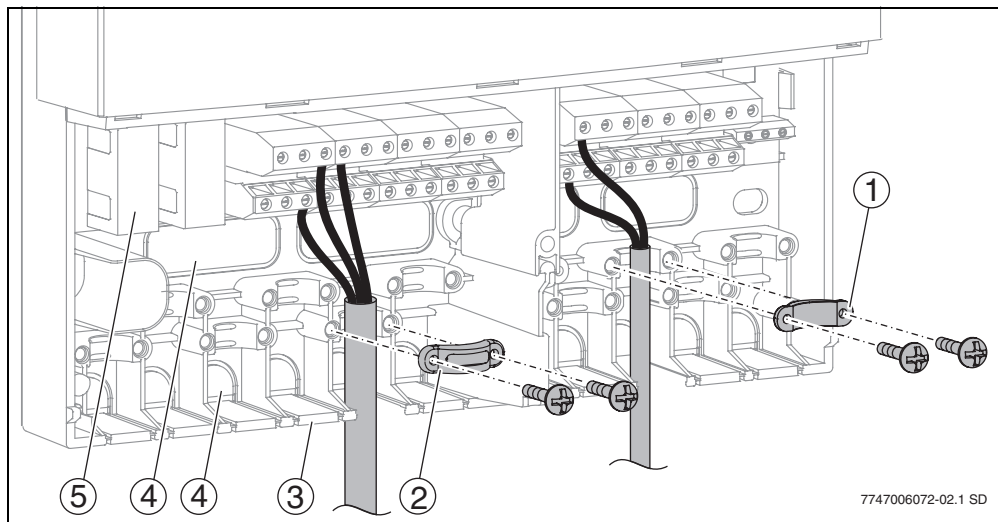

Fig. 12 Introducerea și fixarea cablului
Cablurile pot fi trecute prin carcasă în funcție de situația montajului, de la spate (→ Fig. 12, poz. 4) sau de jos (→ Fig. 12, poz. 3).
- ▶ Pentru a evita muchii ascuțite despărțiți deschiderile de cablu (→ Fig. 12) cu cuțitul.
- ▶ Asigurați cablul cu protecția corespunzătoare la smulgere (→ Fig. 12, poz. 2). Protecția la smulgere poate fi montată și răsucită. (→ Fig. 12, poz.1).